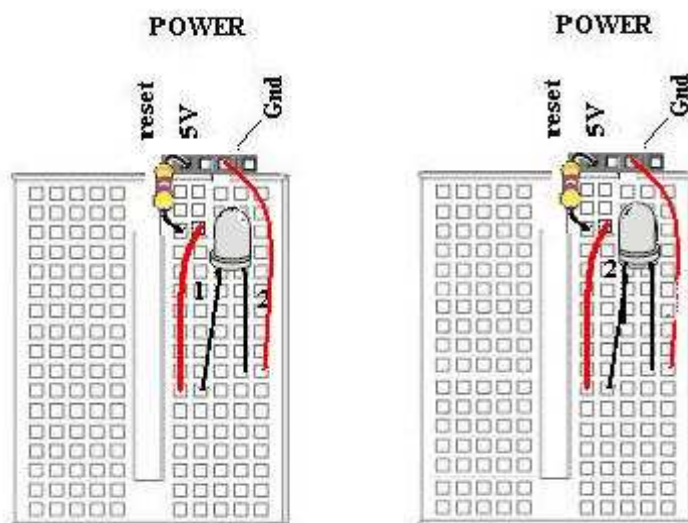

Figura 17
- Costruire il circuito mostrato a sinistra della Figura 17.
- Modificate il circuito che corrisponde al disegno a destra della Figura 17